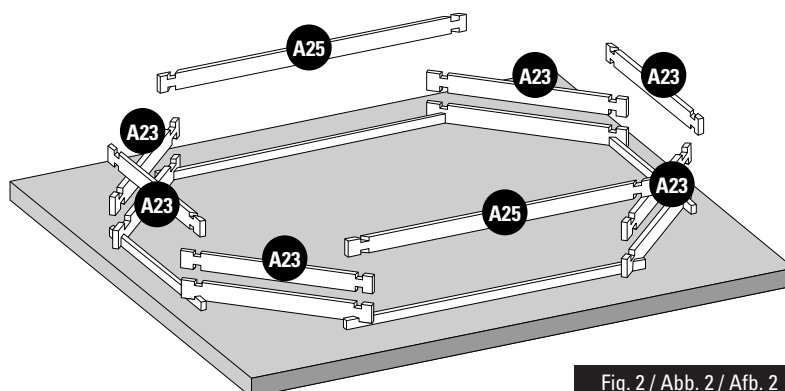

Fig. 2 / Abb. 2 / Afb. 2
**EN 2nd LAYER OF BOARDS:** • Install the second layer of boards as shown in figure 2. • There is a wooden wedge in the structure packet to correctly assemble the boards. • Never directly hit against the boards. Do not hit them with anything metallic. This would inevitably damage the wood. • Try to correctly assemble the boards right from the start. There should not be any space between each layer of boards to avoid maladjustment of the higher boards.
**FR 2ÈME RANGÉE DE MADRIERS :** • Positionnez les madriers de la deuxième rangée conformément à la figure 2. • De manière à emboîter correctement les madriers, une cale en bois est à votre disposition dans le colis de structure. • Ne pas taper directement sur les madriers. • Ne pas frapper avec une pièce métallique. Cela détériorerait le madrier irrémédiablement. • Veillez à emboîter bien à fond les madriers dès le départ. Il ne doit pas y avoir d'espace entre chaque rangée pour éviter un décalage au niveau des madriers supérieurs.
**DE 2. BRETTERREIHE:** • Platzieren Sie die Bretter der zweiten Reihe laut Abb. 2. • Um die Bretter richtig anbringen zu können, finden Sie einen Holzkeil im Paket des Tragwerks. • Nicht direkt auf die Bretter klopfen. • Nicht mit einem Metallteil darauf klopfen. Es würde das Holz unabänderlich beschädigen. • Versuchen Sie, die Bretter von Anfang an tiefgehend ineinander zu fügen. Zwischen den Reihen darf kein Platz sein, um eine Fehlanpassung der oberen Bretter zu vermeiden.
**NL 2ª RIJ PLANKEN:** • Plaats de planken van de tweede rij zoals aangegeven op afbeelding 2. • Om de planken correct te assembleren, zit er een houten wig in het pakket van het frame. • Sla niet direct op de planken. • Sla er niet direct op met metaal. Hierdoor raakt het hout onherstelbaar beschadigd. • Zorg ervoor dat de planken vanaf het begin stevig op elkaar aansluiten. Er mag geen ruimte tussen de rijen overblijven, om te voorkomen dat de bovenste houtdelen onregelmatig uitkomen.